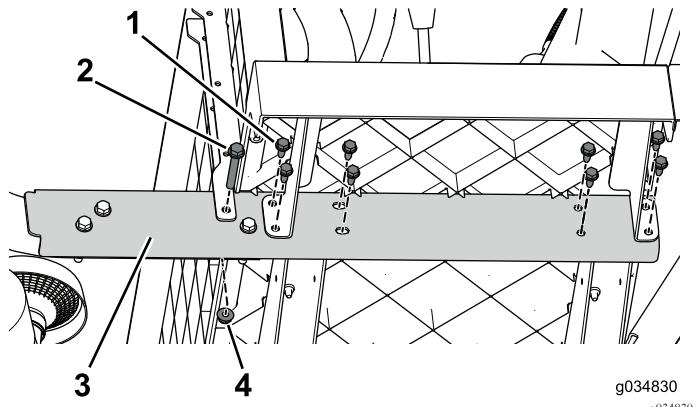

図16
2. 車体にサイドレールを固定しているフランジボルト $3/8 \times 2\text{-}1/2$ インチとナットを外す図16。車体の反対側でも同じ作業を行う。
3. 車体の前方から後方に向かって順に、サイドレールを固定しているフランジボルト $5/16 \times 3/4$ インチを外す図16。車体の反対側でも同じ作業を行う。